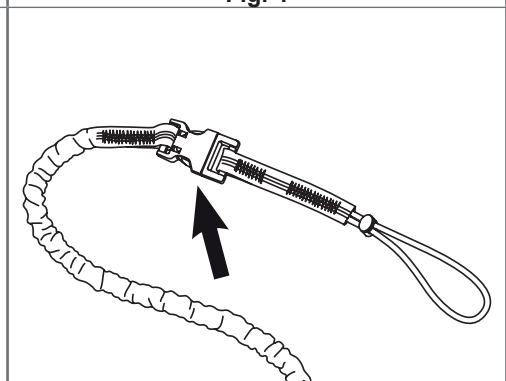

Fig. 6
5. Si une boucle de mousqueton détachable pour longe pour outils est utilisée, l'extrémité à boucle de la longe peut être détachée en décrochant les deux extrémités de la boucle de dégagement latérale. (Figure 6)